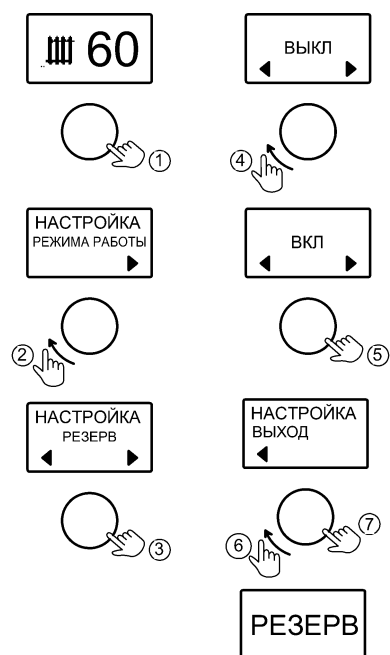

Рисунок 9
9.5 «РЕЗЕРВ» - режим при котором котёл находится в ожидании включения нагрева. Активация и настройка указана на рис. 9. При активации котёл становится “резервным” и нагрев от него прекращается, работа циркуляционного насоса резервного котла приведена в п. 10.6.
Во вкладке активируется работа котла в режиме **РЕЗЕРВ**. Действия по активации приведены на рис. 9.